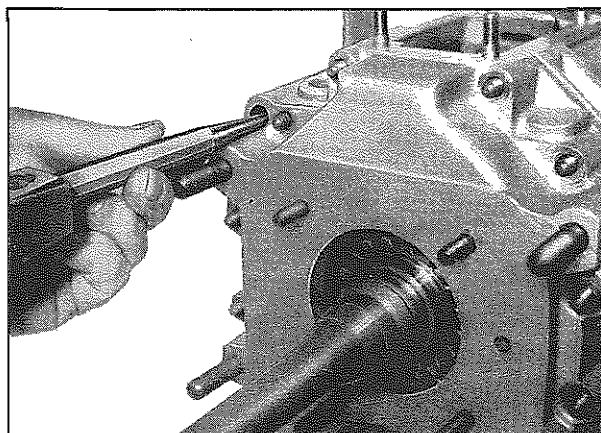

Fig. 13 - Espellere le due spine
- Espellere le due spine di registro **(110)** **(Fig. 13)**.
- Knock-out two set pins **(110)** **(Fig. 13)**.